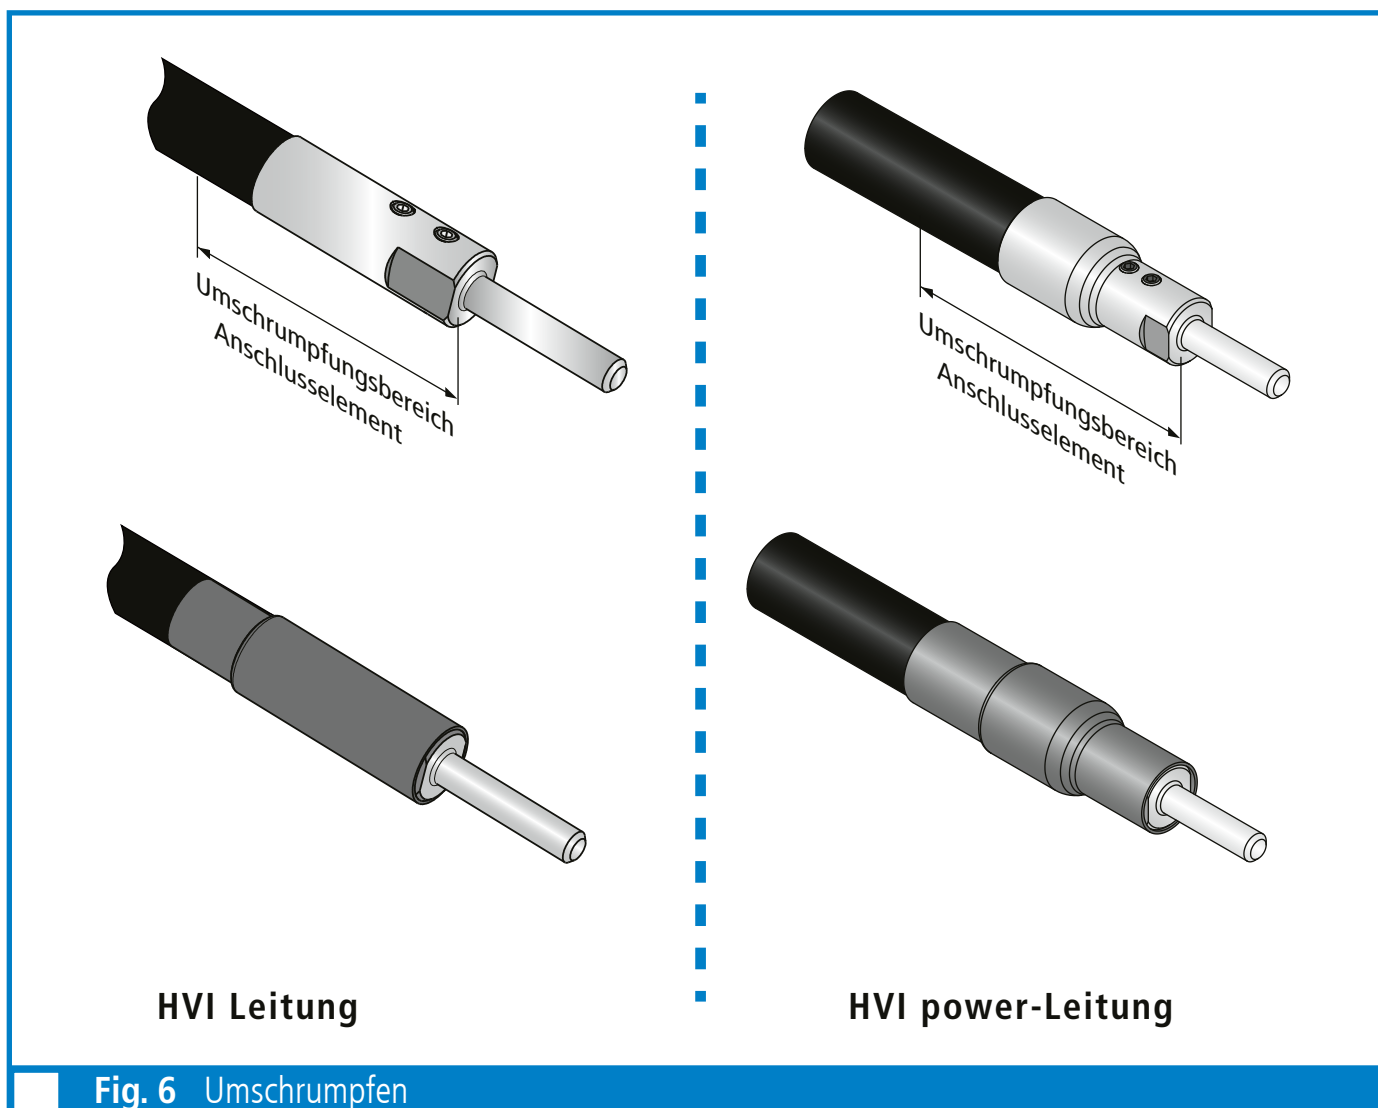

Fig. 6 Umschrumpfen
- ➔ Der vorgegebene Umschrumpfungsbereich vom Anschlusselement bis hin zur **HVI Leitung/ HVI power-Leitung** ist einzuhalten (siehe Fig. 6, Seite 13).